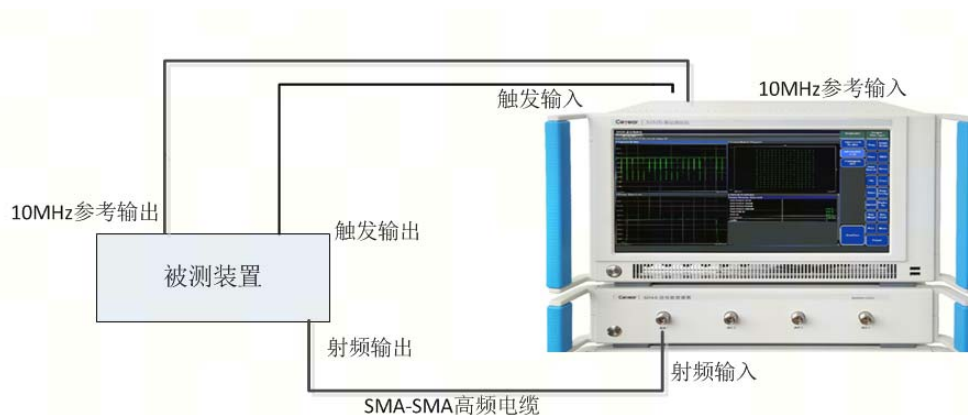

图 4.10 被测设备与基站测试仪连接图
- 按【Meas】、[Max Power]，操作如图 4.10 所示。
步骤 1. 将被测设备的信号输出端口连接到多通道收发平台前面板的射频输入端口，连接如图 4.10 所示；确保多通道收发平台后面板的光口接口与多制式基带处理平台后面板的光口接口连接正确，连接参照 3.2.3 节后面板接口连接。